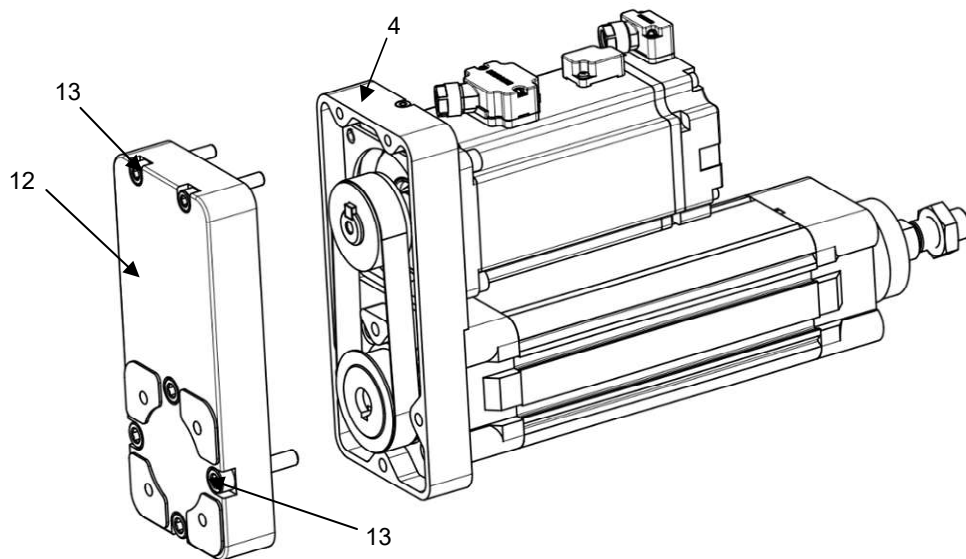

Рисунок 14 – Монтаж крышки на корпус.
5) установить крышку (поз. 12) на корпус (поз. 4) с собранным блоком шкивов (см. рисунок 14). Закрепить крышку (поз. 12) при помощи прилагаемых винтов (поз. 13).